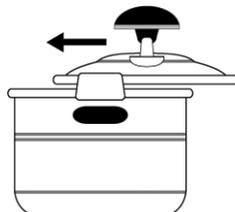

FIG.2
2. Deslice la tapa horizontalmente sobre el cuerpo asegurándose que la misma queda bien encajada en los bordes de éste, y que los extremos del puente coinciden con los orejones (FIG.2).